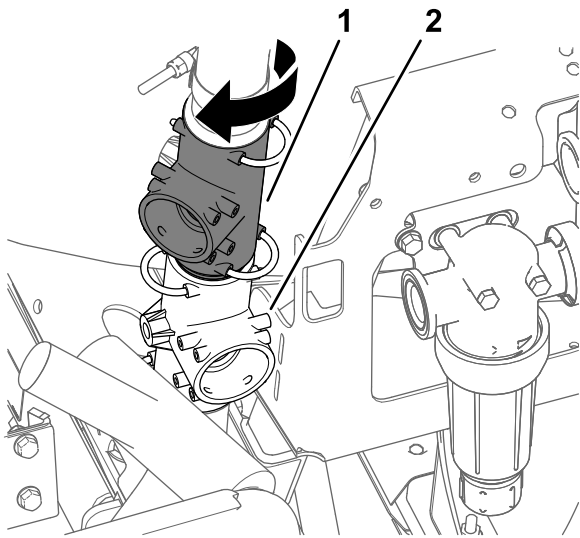

図 5
5. 上側T字フィッティングを右まわりに45°程度回転させる 図5。